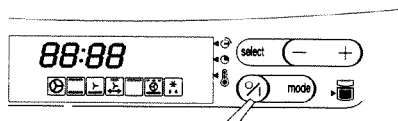

Fig. 4
1. Premere il tasto  (fig. 4).